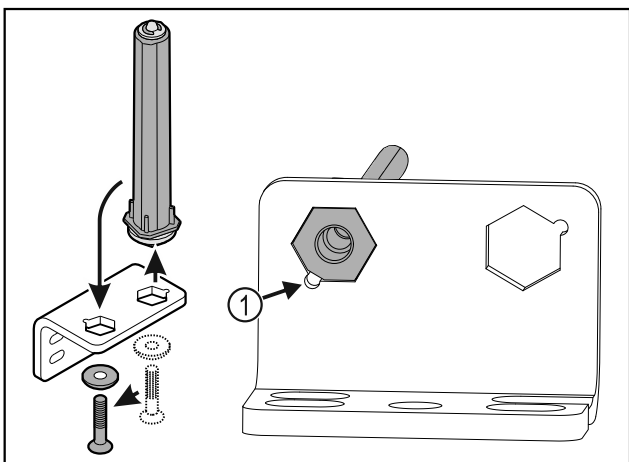

Fig. 32
- ▶ Bëni kujdes që gjatë vendosjes, e prera e kokës së bulonit Fig. 32 (1) të jetë e drejtuar nga vrima e rrumbullakët.